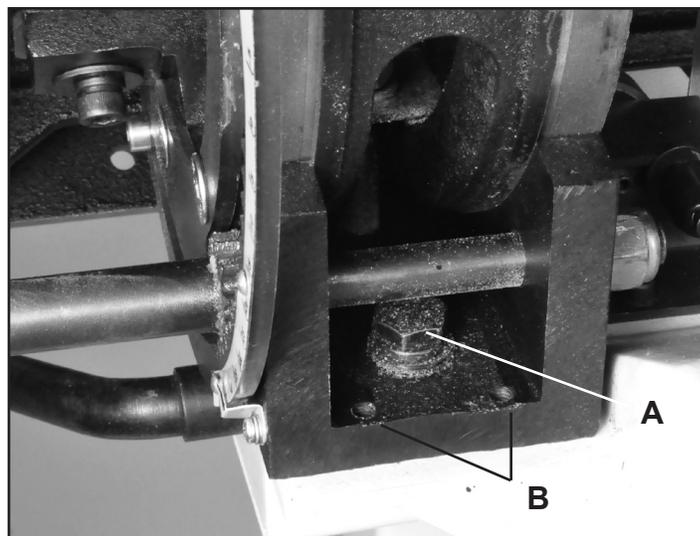

FIGURE 13
1. Sur le support de trunnion inférieur (#28C), desserrez légèrement les deux boulons hexagonaux (#39C) qui maintiennent le support au cadre de la scie à ruban. Fig. 13, A.
3. En utilisant la clé hexagonale de 3 mm, tournez les vis hexagonales de micro-réglage du bras arrière (#23C) pour ajuster la position de la table. Fig. 13, B.- Dans le sens des aiguilles d'une montre, cela soulèvera le bras et la table.- Dans le sens inverse des aiguilles d'une montre, cela abaissera le bras et la table.